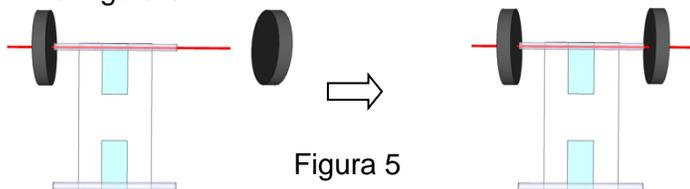

Figura 5
- 5** Inserte otro disco de espuma en el extremo restante del agitador de café, como se muestra. Ver figura 5.